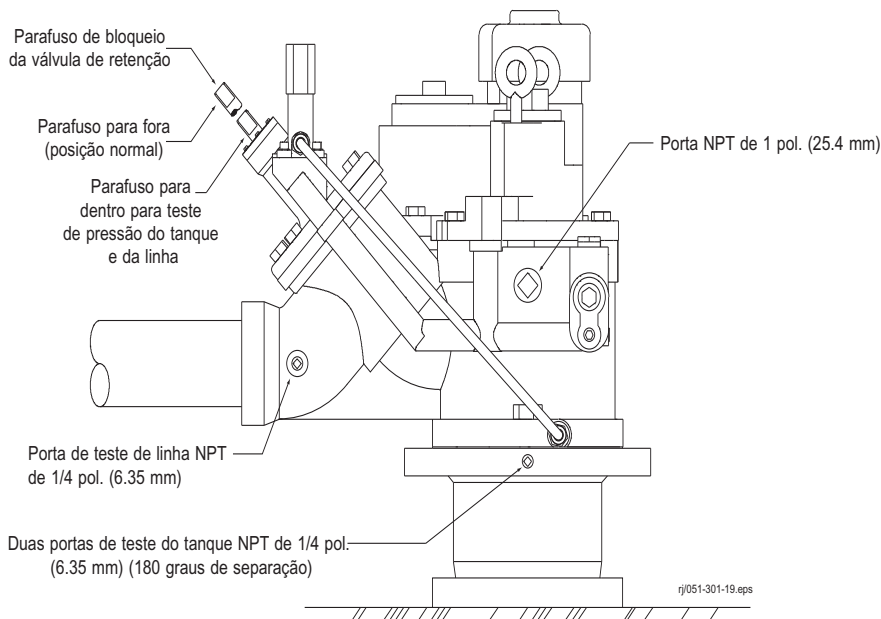

Figura 12. Montagem do manifold Maxxum®: Teste de linha e do tanque
2. Bloqueie a válvula de retenção da bomba, girando o parafuso de bloqueio da válvula de retenção no sentido horário até onde girar (consulte a Figura 12).
1. Bloqueie a válvula de retenção da bomba, girando o parafuso de bloqueio da válvula de retenção no sentido horário até onde girar (consulte a Figura 12).